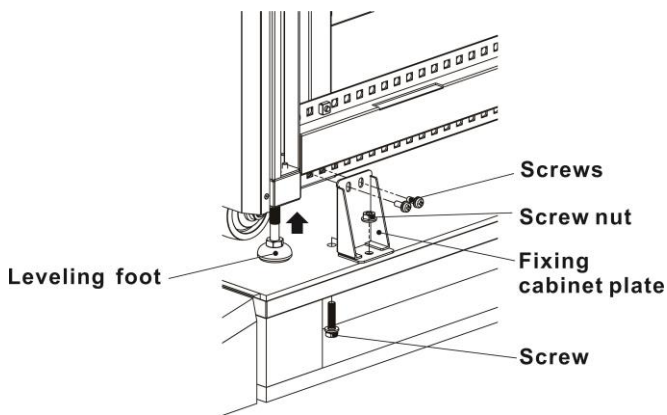

Figura 2-4
3. Quite las 4 placas de fijación del gabinete y afloje las patas niveladoras girándolas en sentido anti horario. Luego, mueva el gabinete del palé. Consulte la Figura 2-4.
4. Quite las 4 placas de fijación del gabinete y afloje las patas niveladoras girándolas en sentido anti horario. Luego, mueva el gabinete del palé. Consulte la Figura 2-4.